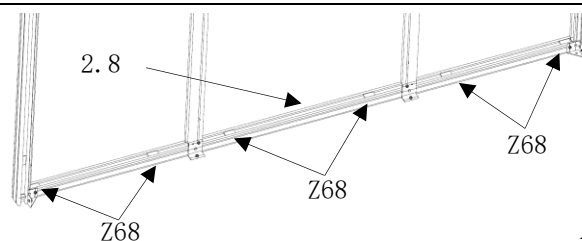

Abb.80
- unten im Bodenprofil (Pos. 2.8) müssen pro Feld jeweils zwei Glasklötze (Pos. Z68) eingeklebt sein! (Abb. 80)